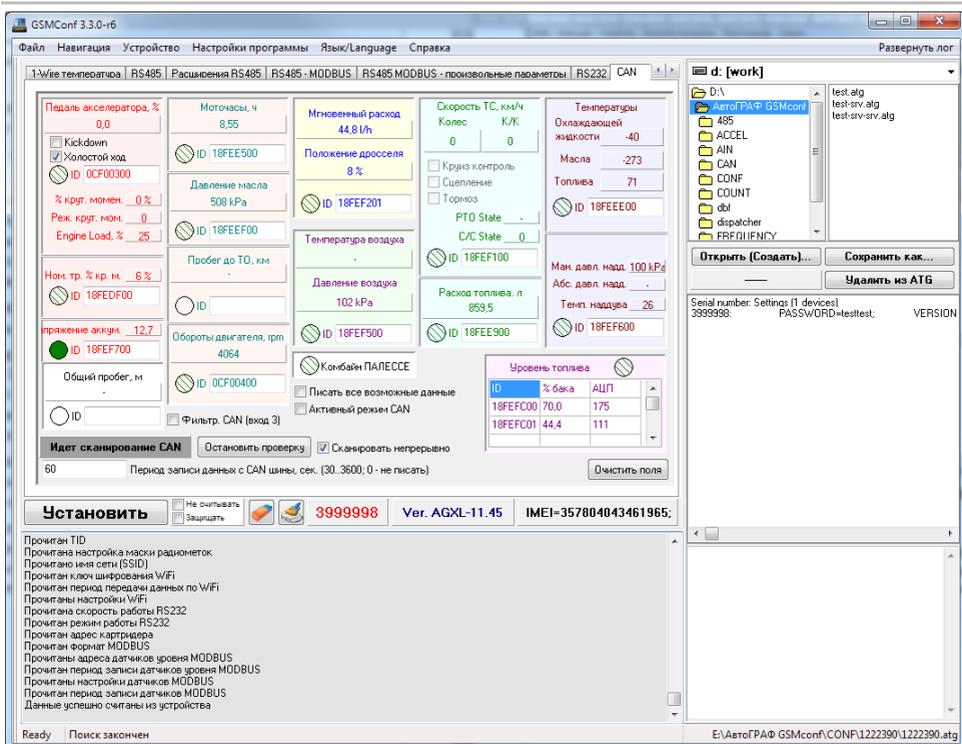

Рис. 6 – Вкладка «CAN» программы GSMConf.
8. Убедиться, что контроллер АвтоГРАФ-GSM+ получил данные по шине CAN - на вкладке «CAN» программы GSMConf индикаторы соответствующих записей CAN должны загореться зеленым цветом, расшифрованные данные – появиться в соответствующих полях (см. рис. 6).
6. Для начала сканирования шины CAN нажать кнопку «Начать проверку». Убедиться, что контроллер АвтоГРАФ-GSM+ получил данные по шине CAN - на вкладке «CAN» программы GSMConf индикаторы соответствующих записей CAN должны загореться зеленым цветом, расшифрованные данные – появиться в соответствующих полях (см. рис. 6).